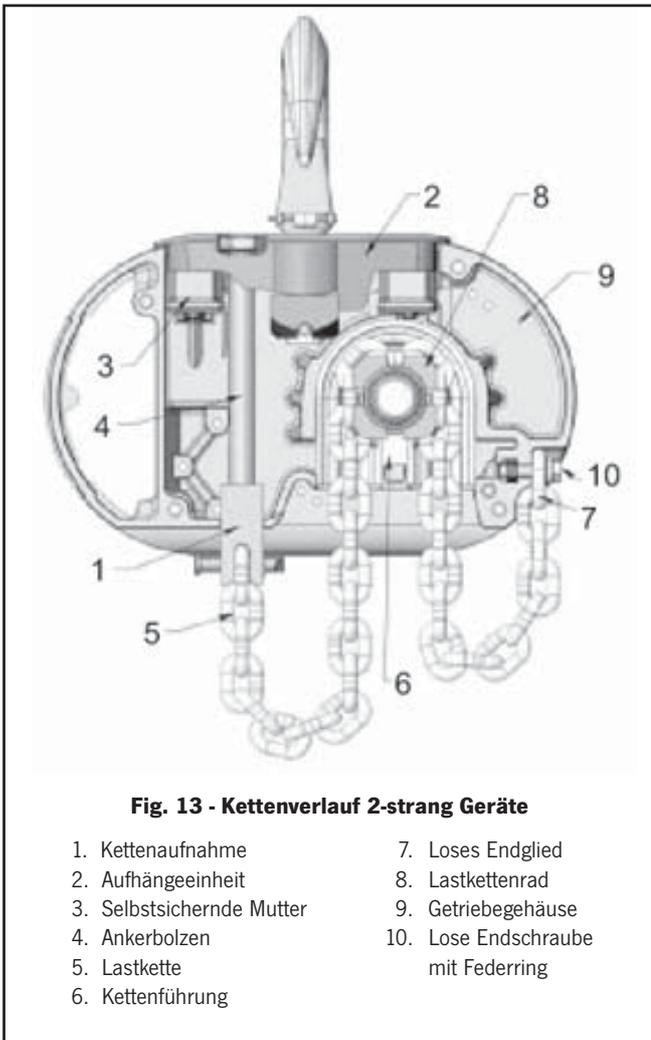
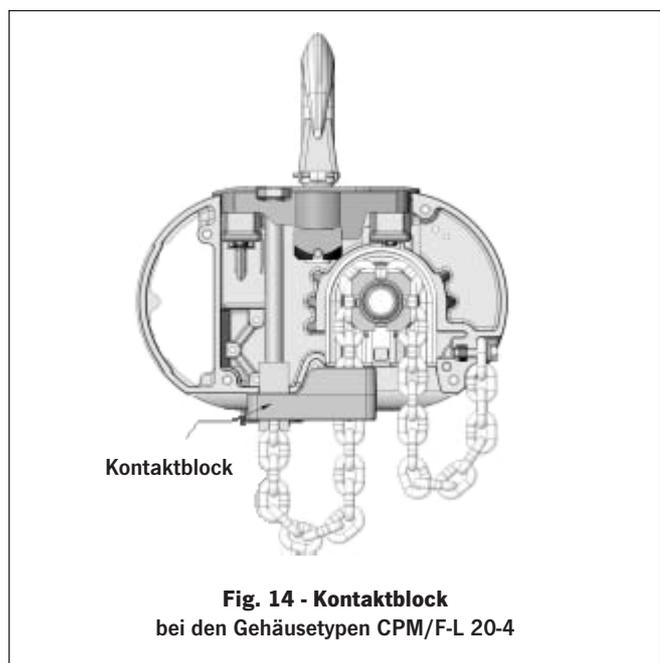

Fig. 13 - Kettenverlauf 2-strang Geräte
Fig. 14 - Kontaktblock bei den Gehäusetypen CPM/F-L 20-4
Das lose Kettenende (Leerstrang) muss immer ordnungsgemäß am Gehäuse montiert sein (Fig. 13).
3. Steuerschalter in Richtung Senken betätigen und den Lasthaken vorsichtig absenken, bis der untere Endschalter die Senkbewegung stoppt. 7 bis 11 Kettenglieder (abhängig vom Gehäusetyp) sollten zwischen dem freien Endglied und dem Ketteneinlauf vom Gerät vorhanden sein (siehe Fig. 13 und 14).
Die Aufhängeeinheit wird in die Ausnehmung im Hebezeug eingesetzt. Der Ankerbolzen mit Gabelkopf muss aus dem Boden des Gerätes herausragen, wobei die Bohrung für den Bolzen und der Gabelkopf in Richtung Unterseite des Hebezeugs (Fig. 13) stehen sollten. Wenn diese nicht, wie dargestellt, ausgerichtet sind, muss der Ankerbolzen aus der Ausnehmung im Verbindungsstück angehoben werden. Durch Drehen des Ankerbolzens mit Gabelkopf wird die gewünschte Ausrichtung erzielt.
2. Bei den Gehäusetypen CPM/F-L 20-4 das letzte Kettenglied in die Kettenaufnahme (Fig. 13) einführen und dort mit dem Kettenbolzen, der Unterlegscheibe und dem Splint sichern.
3. Bei den Gehäusetypen CPM/F-L 20-4 den Kontaktblock (Fig. 14) auf der Kette nach oben schieben, bis er den Boden des Hebezeugs berührt und der Gabelkopf der Kettenaufnahme (Fig. 13) aus der quadratischen Öffnung im Schalterboden herausragt.
Der Kettenbolzen am Leerende dient gleichzeitig als Halterung für den Kontaktblock (Fig. 14).
Lastkette mit Endschraube (Fig. 13) im Gehäuse verschrauben.